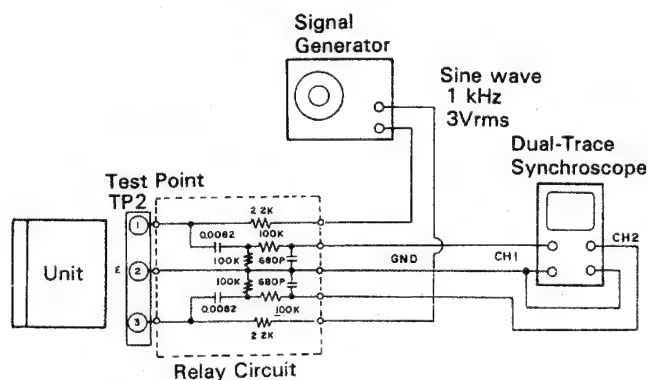
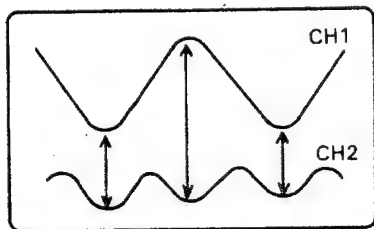

Figure 16-2
Figure 16-3
- Adjust VR2 to obtain the output waveform as shown in Fig. 16-3.
(2) Adjustment of tracking gain
- Connect an oscilloscope as shown in Fig. 16-2.
- d. Den Regelwiderstand VR2 einstellen, um die Ausgangs-Wellenform zu erhalten, wie in Abb. 16-3 dargestellt.
(2) Einstellung der Abtastverstärkung
- a. Das Oszilloskop anschließen, wie in Abb. 16-2 dargestellt.
- d. Ajuster VR2 pour obtenir la forme d'onde de sortie indiquée à la Fig. 16-3.
(2) Ajustement du gain de l'alignement
- a. Raccorder un oscilloscope de la manière indiquée à la Fig. 16-2.